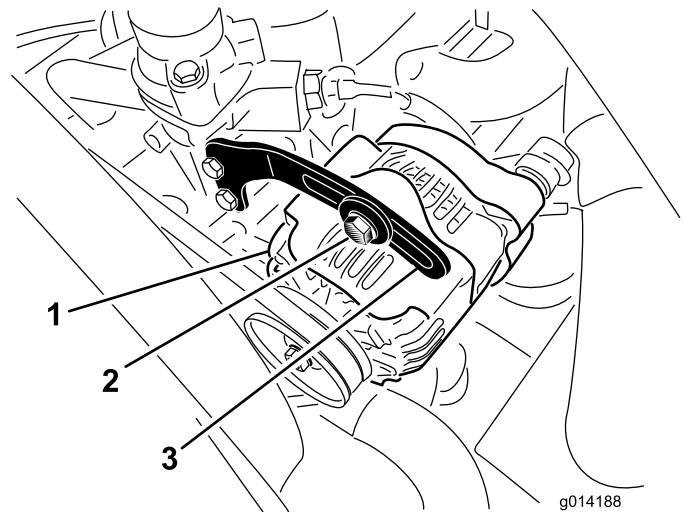

Figure 49
2. Contrôlez la tension de la courroie d'alternateur (Figure 49) en exerçant une force de 10 kg à mi-distance entre les poulies d'alternateur et de vilebrequin.
3. Desserrez le boulon qui fixe le renfort à l'alternateur (Figure 49), et le boulon de pivot d'alternateur.